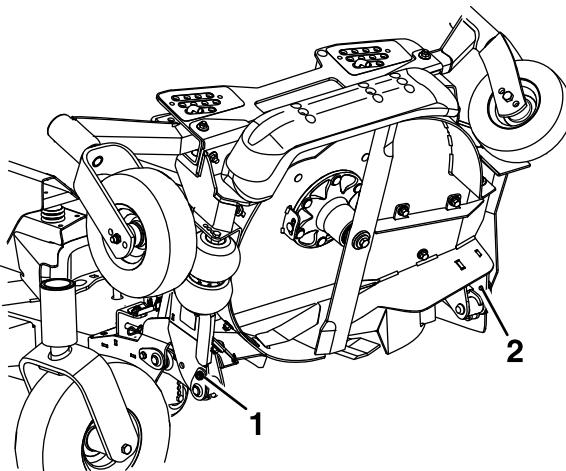
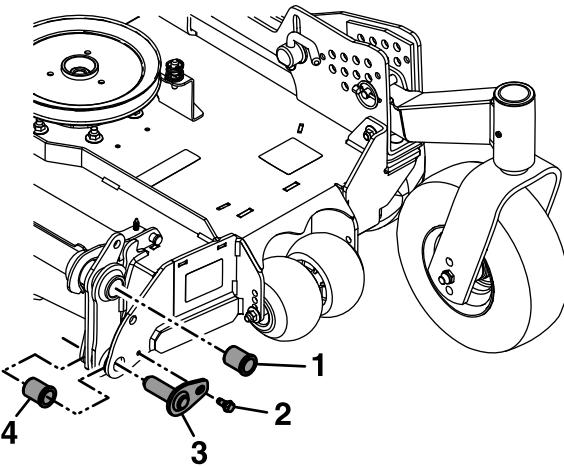

Figure 83
Figure 86
7. Desserrez les boulons qui fixent les axes de pivot supérieurs sur le tablier, mais ne les retirez **pas** (Figure 83).
14. Retirez les douilles à embase des points de pivot supérieurs et nettoyez l'alésage (Figure 86).
18. Retirez et conservez les boulons des points de pivot inférieurs (Figure 83 et Figure 86).